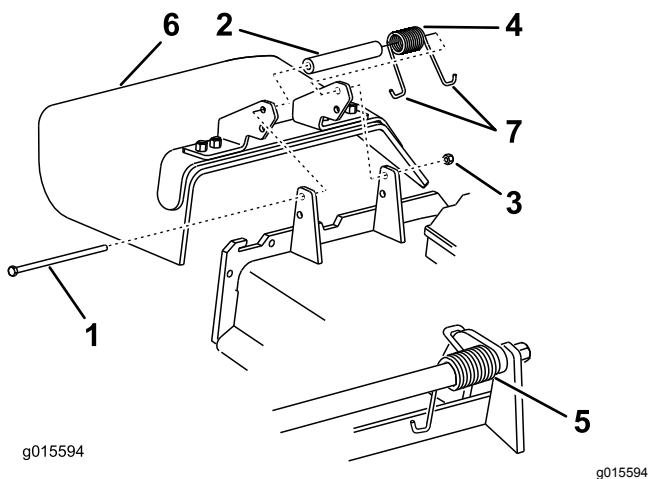

Рисунок 88
1. Снимите контргайку, болт, пружину и проставку, удерживающие отражатель на кронштейнах оси поворота (Рисунок 88).
**Примечание:** Убедитесь, что один J-образный конец пружины зацеплен за край деки, прежде чем устанавливать болт, как показано на Рисунок 88.
6. Зацепите один J-образный конец пружины за отражатель травы (Рисунок 88).